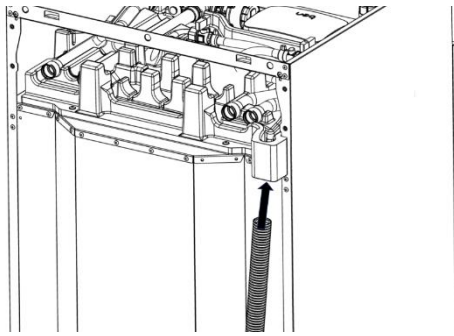

Fig. 6-2 - Afvoerslang BEN HU Tank (achterzijde aanzicht)
7. Steek de condens afvoerslang in de trechter aan de achterzijde van de BEN HU Tank (fig. 6.2).